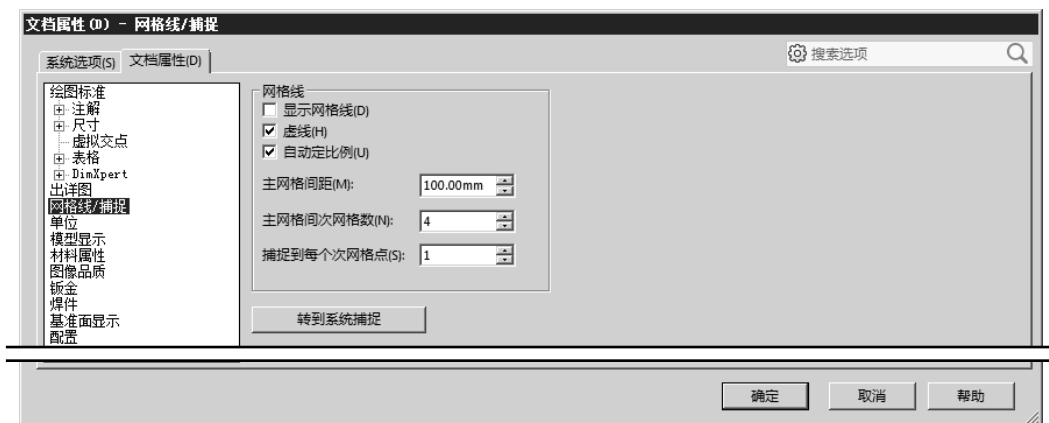

图 4.5.1 “文档属性 (D) - 网格线/捕捉”对话框
Step2. 在“系统选项”对话框中单击 **文档属性(D)** 选项卡，然后在其左侧的列表框中单击 **网格线/捕捉** 选项（图 4.5.1）。